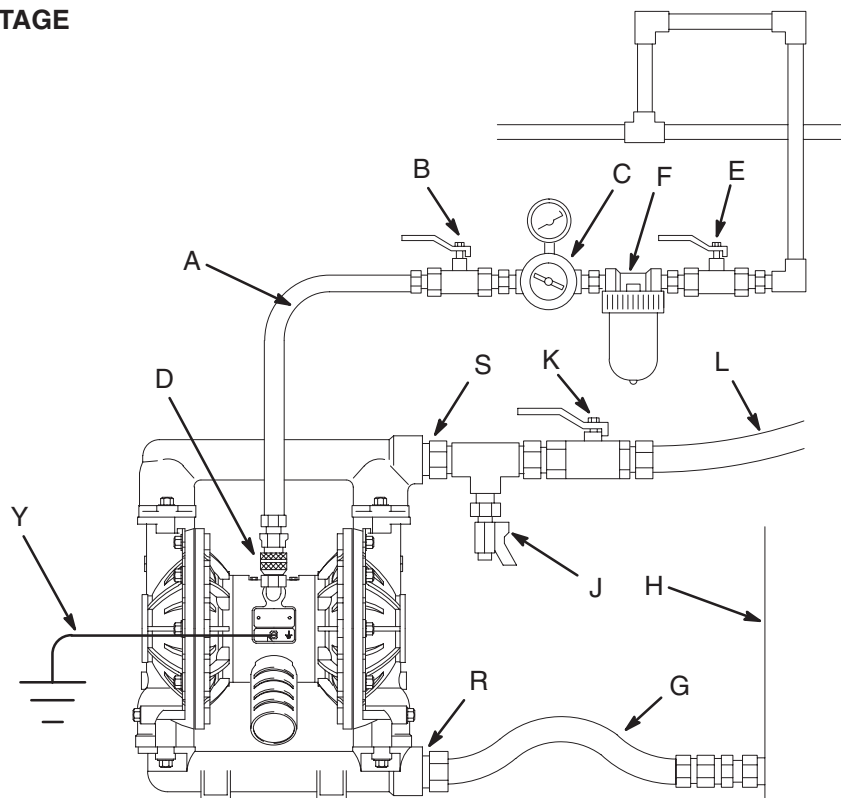
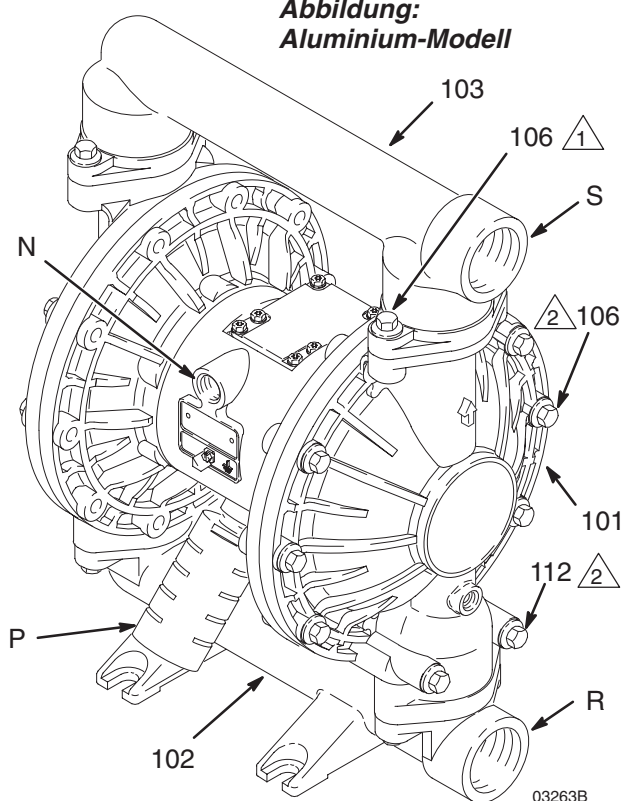

Abb. 2
Abb. 3
1. Die in der Abbildung 2 gezeigte typische Installation stellt nur eine Richtlinie für die Auswahl und den Einbau von Anlagenbauteilen dar. Für die Planung einer Anlage entsprechend den Anforderungen wenden Sie sich bitte an den VERDER-Kundendienst.
4. Die Pumpe durch sicheres Ergreifen des Auslaßverteilers (1) anheben. Siehe Abb. 3 auf Seite 7.
In der Anlage ist ein Lufthahn (B) mit Entlastungsbohrung erforderlich, um zwischen diesem Ventil und der Pumpe eingeschlossene Luft abzulassen. Eingeschlossene Luft kann zu unerwartetem Anlaufen der Pumpe führen, was schwere Verletzungen zur Folge haben könnte, einschließlich Spritzern in die Augen oder auf die Haut, Verletzungen durch bewegliche Teile oder Vergiftung durch gefährliche Materialien. Siehe Abb. 2.
1. Die Zubehörteile der Luftleitung wie in Abb. 2 gezeigt einbauen. Diese Zubehörteile an der Wand oder einer Halterung montieren. Sicherstellen, daß die Luftzuleitung zu den Zubehörteilen geerdet ist.
- a. Zur Steuerung des Materialdrucks einen Luftregler (C) mit Anzeige einbauen. Der Material-Ausgangsdruck ist der gleiche wie die Einstellung des Luftreglers.
- b. Einen Lufthahn mit Entlastungsbohrung (B) in Pumpennähe einbauen und zum Ablassen eingeschlossener Luft verwenden. Siehe **Warnung** oben. Das andere Hauptluftventil (E) vor allen Zubehörteilen der Luftleitung einbauen und zum Isolieren der Zubehörteile während Reinigungs- und Reparaturarbeiten verwenden.
- c. Der Luftfilter (F) entfernt schädlichen Schmutz und Feuchtigkeit aus der Versorgungsdruckluft.
2. Zwischen dem Zubehör und der 1/2" NPT(I) Lufteinlaßöffnung (N) der Pumpe einen geerdeten, flexiblen Luftschlauch (A) anschließen. Siehe Abb. 3. Einen Luftschlauch mit mindestens 13 mm (1/2") Innendurchmesser verwenden. Eine Luftschlauch-Schnellkupplung (D) an das Ende des Luftschlauchs (A) anschrauben und das passende Anschlußstück in die Lufteinlaßöffnung der Pumpe einschrauben. Die Kupplung (D) erst unmittelbar vor der Inbetriebnahme der Pumpe an das Anschlußstück anschließen.
Es ist ein Materialauslaßventil (J) erforderlich, um den Schlauch im angeschlossenen Zustand druckzuentlasten. Das Auslaßventil vermindert die Gefahr von schweren Verletzungen beim Druckentlasten, einschließlich Spritzern in die Augen oder auf die Haut oder Vergiftung durch gefährliche Materialien. Das Ventil in der Nähe der Materialauslaßöffnung an der Pumpe einbauen. Siehe Abb. 2.
1. **Geerdete Materialschläuche (L) verwenden.** Die Material-Auslaßöffnung (S) der Pumpe hat eine Größe von 1–1/2" BSPT. Das Anschlußstück der Materialleitung fest in die Auslaßöffnung in der Pumpe einschrauben.
2. In der Nähe der Material-Auslaßöffnung ein Materialauslaßventil (J) einbauen. Siehe **Warnung** oben.
3. In die Materialauslaßleitung ein Startventil (K) einbauen.
Bei Lieferung der Pumpe zeigen Materialeinlaß (R) und -auslaß (S) in die gleiche Richtung. Siehe Abb. 3. Zur Veränderung der Ausrichtung von Einlaß und/oder Auslaß:
1. Die Schrauben (106) lösen, mit denen der Einlaß- (102) und/oder Auslaßverteiler (103) an den Deckeln (101) befestigt ist.
4. Das Ende des Materialschlauchs (L) in einen geeigneten Behälter geben.
5. Das Druckentlastungsventil (J) schließen. Siehe Abb. 2.
6. Den Druckluftregler (C) schließen. Alle Hauptluftventile mit Entlastungsbohrung (B, E) öffnen.
8. Den Luftregler (C) langsam öffnen, bis die Pumpe zu laufen beginnt. Die Pumpe langsam laufen lassen, bis die Leitungen vollständig entlüftet sind und Pumpe und Leitungen gefüllt sind.